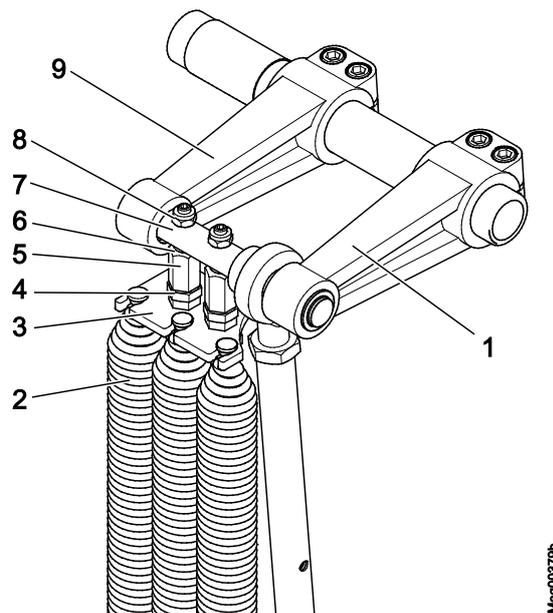

Abb. 47: Ausgleichsfedern Access XL einstellen
6. Die beiden M16-Muttern (Abb. 47, Pos. 4) gleichmäßig lösen. Dazu die jeweilige Sechskantwelle SW22 gegenhalten.
7. Die beiden M10-Muttern (Abb. 47, Pos. 8) gleichmäßig lösen. Dazu die jeweilige Sechskantwelle SW22 gegenhalten bis der Konus der Sechskantwelle deutlich frei ist (ca. 2 mm).